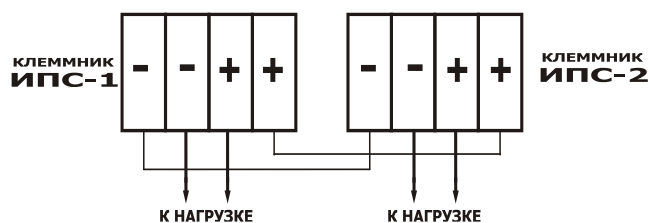

Рис.3
**5.10.** ИПС допускают включение на параллельную работу (см. рис.3). При этом будет обеспечиваться селективная дистанционная сигнализация ИПС, т.к. реле сигнализации исправности включены до выходных ключей ИПС.